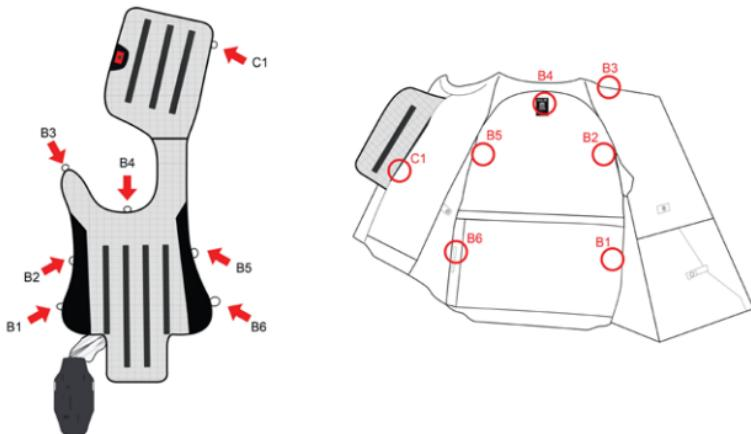

図14
4. 接続クリップをすべて開いてエアバッグをベストから取り外します。クリップは図14のよう配置されている。